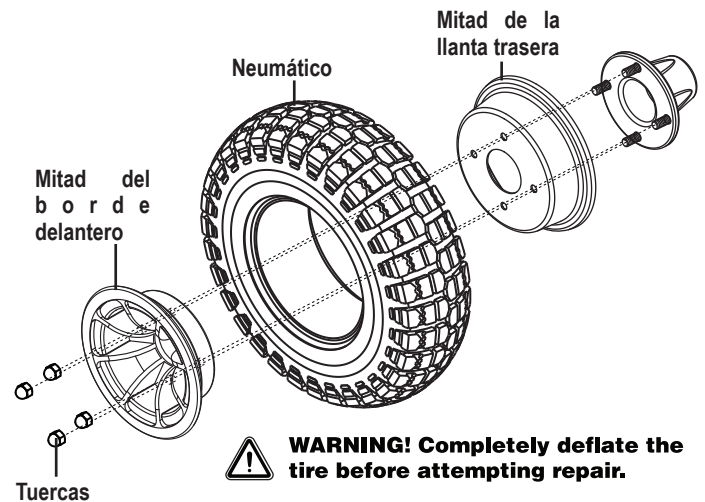

Figura 18. Rueda motriz desmontada
6. Retire los tornillos que mantienen unidas las dos coronas. **Ver figura 18.**